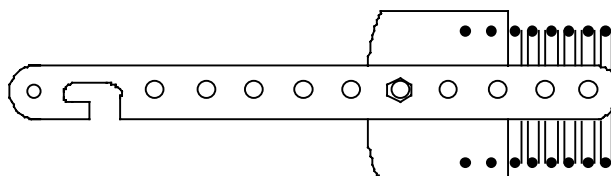

Fig. 14
- Neem een van de twee veren weg d.m.v. een stang in een van de gaten van de regellat Fig. 14.